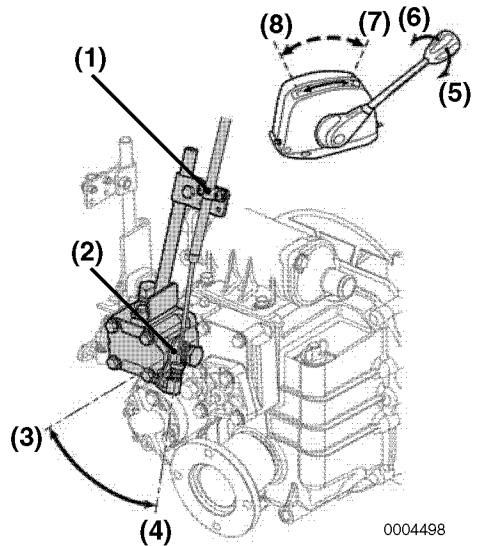

Figura 9
1. Assegure-se de que a alavanca de pesca à cana (**Figura 9, (2)**) está na posição de alta velocidade (**Figura 9, (4)**) quando o manípulo de controlo remoto de pesca à cana está na posição de alta velocidade (**Figura 9, (7)**).
2. Assegure-se de que a alavanca de pesca à cana está na posição de baixa velocidade (**Figura 9, (3)**) quando o manípulo de controlo remoto de pesca à cana está na posição de baixa velocidade (**Figura 9, (8)**).
3. Para ajustar, solte o parafuso de ajuste do encaixe do cabo (**Figura 9, (1)**) e ajuste a posição do cabo.